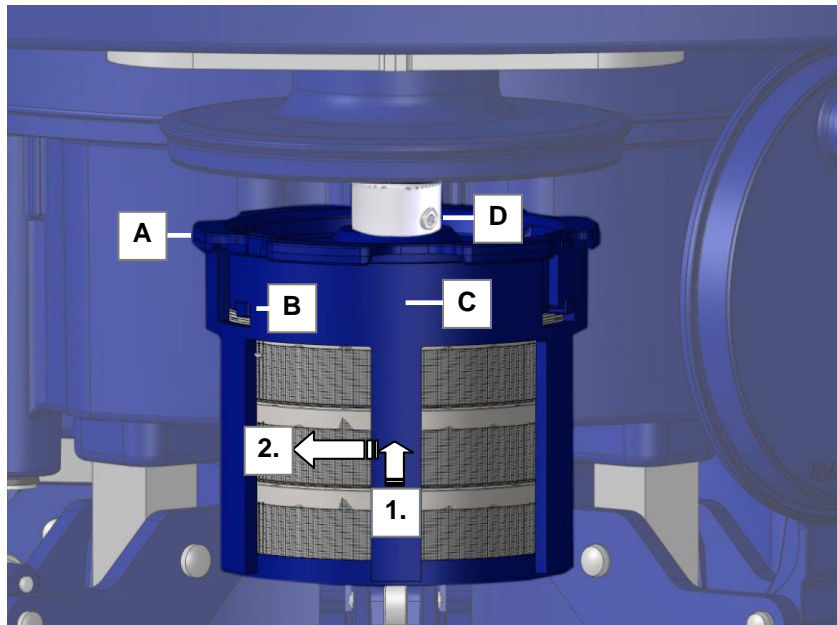

Fig. 6.2.1. Cesta de limpieza enganchada
La cesta de limpieza se une mediante el portacestas (*Fig. 6.2.1.C.*) por medio del cierre de bayoneta a través del alojamiento (*Fig. 6.2.1.A.*) a la máquina de limpieza.
Sujete el alojamiento (*Fig. 6.2.1.C.*) con una mano y presione primero la cesta de limpieza ligeramente hacia arriba (*Fig. 6.2.1.-1.*) y después, gírela en sentido contrario a las agujas del reloj (*Fig. 6.2.1.-2.*) para extraerla de los dispositivos de retención (*Fig. 6.2.1.B.*).
- A Alojamiento** para la cesta de limpieza y el portamecanismos. Durante la extracción de la cesta de limpieza, el alojamiento permanece atornillado al eje de accionamiento mediante el perno roscado (Fig. 6.2.1.D.).
Vuelva a fijar la cesta de limpieza en el alojamiento de la máquina de limpieza (*Fig. 6.2.1.A.*).
Asegúrese de que la cesta de limpieza esté correctamente sujeta en el dispositivo de retención (*Fig. 6.2.1.B.*).
Asegúrese de que el soporte esté correctamente atornillado a los ejes de accionamiento (*Fig. 6.2.1.D.*).